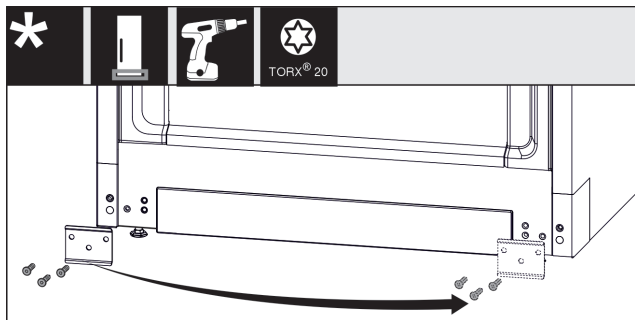

Fig. 13
- ▶ Відкрутити щиток, переставити на інший бік і знову накрутити. Fig. 13 (1)